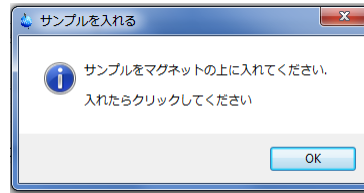

図 16. サンプル挿入を促すダイアログ.
c. 図 16 のようにサンプルの挿入を促すダイアログが開きます。